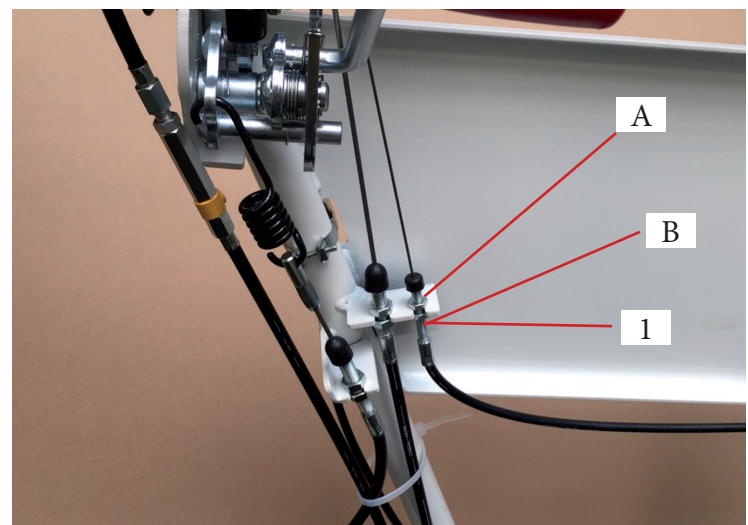

Bild 20
- Wenn die Maschine sich mit entspanntem Kupplungshebel schieben lässt, muss der Parkbremsbowdenzug (Abb. 1 Bild 20) wie folgt eingestellt werden:
Lösen Sie die Sicherungsmutter (Abb. A und C, Bild 20) am Bowdenzug der Parkbremse und ziehen Sie die Stellmutter etwas fester an. Sollte die Bremse nach der Einstellung immer noch nicht richtig arbeiten, wenden Sie sich an Ihren Fachhändler.